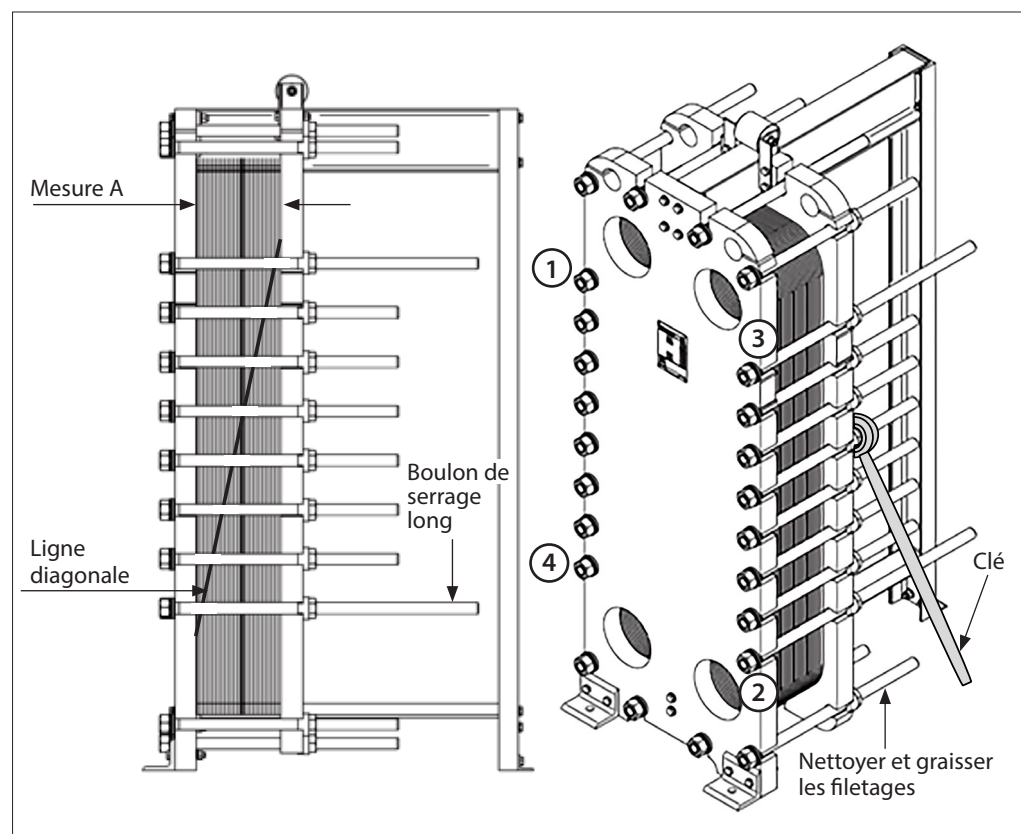

Fig. 14. Fermeture de l'échangeur de chaleur à plaques. Remarque : la mesure A ne doit jamais être inférieure à la mesure A minimum (voir plaque signalétique)
- Installez les boulons de serrage longs et serrez uniformément dans l'ordre numéroté 1, 2, 3, 4 (fig. 14) jusqu'à ressentir une résistance, c'est-à-dire que le fouloir doit avoir un mouvement de fermeture parallèle.